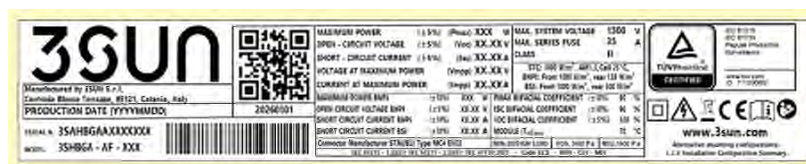

Figura 5 : esempio di etichetta di alimentazione del modulo
2. Etichetta potenza nominale: posta sul retro del modulo in prossimità delle scatole di derivazione, contenente la data e il luogo di produzione, il numero di serie del prodotto, il codice a barre, un codice QR, la classe di corrente, il codice del prodotto, la potenza nominale, la corrente e la tensione, la tensione a vuoto, la corrente di cortocircuito, la tensione massima del sistema e i principali certificati (Figura 5).